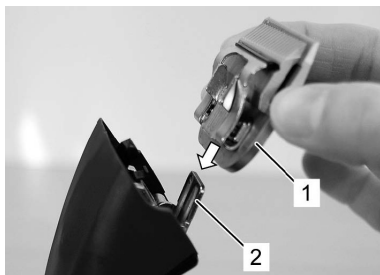

Fig. 15
6. Con la tosatrice accesa, inserisca la testina scelta nella cerniera del pettine e la ribalti con una leggera pressione (fig. 15, 16, 17).